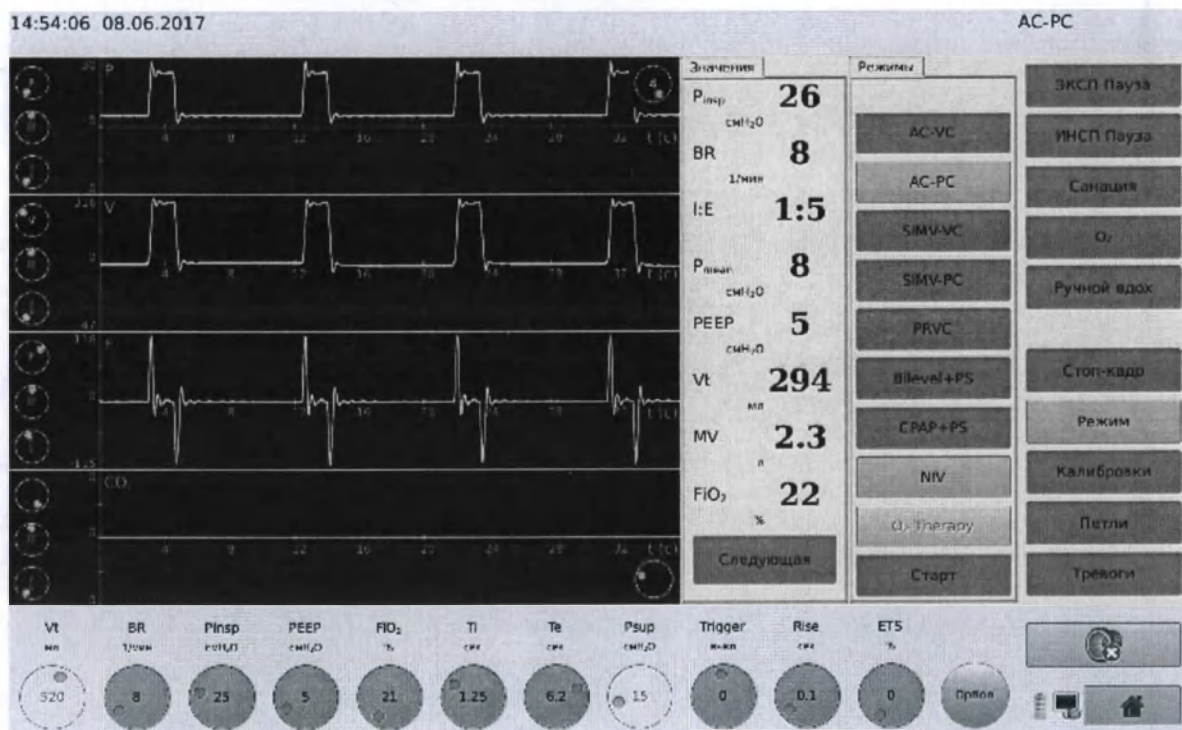

Рисунок 5-4. Выбор и настройка режима вентиляции
1. Нажмите кнопку "Режим" на экране аппарата (рисунок 5-4).